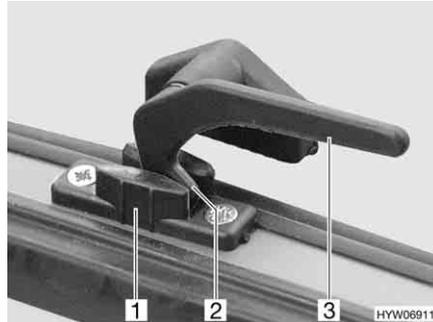

Fig. 47 Palanca de bloqueo en la posición de "ventilación continua"
- En la posición "ventilación continua" (Fig. 47)
- Girar la palanca de bloqueo (Fig. 47,3) un cuarto de vuelta hacia la mitad de la ventana.
- Girar de nuevo hacia atrás la palanca de bloqueo. El saliente de bloqueo (Fig. 47,2) se ha de introducir para ello en el rebaje del bloqueo de la ventana (Fig. 47,1).